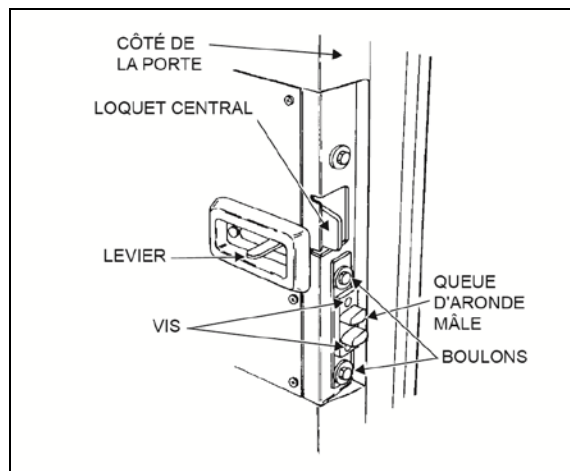

FIGURE 28 : LOQUET DE LA PORTE (AUTOCAR)
- Pour régler la queue d'aronde mâle sur le côté gauche de la porte, enlever les deux vis et desserrer les deux boulons. Faire glisser la queue d'aronde mâle vers l'intérieur et visser les deux boulons, sans serrer. Fermer doucement, mais fermement la porte, puis l'ouvrir lentement et serrer les deux boulons. Fixer la queue d'aronde à la porte avec des vis. Voir la Figure 28.